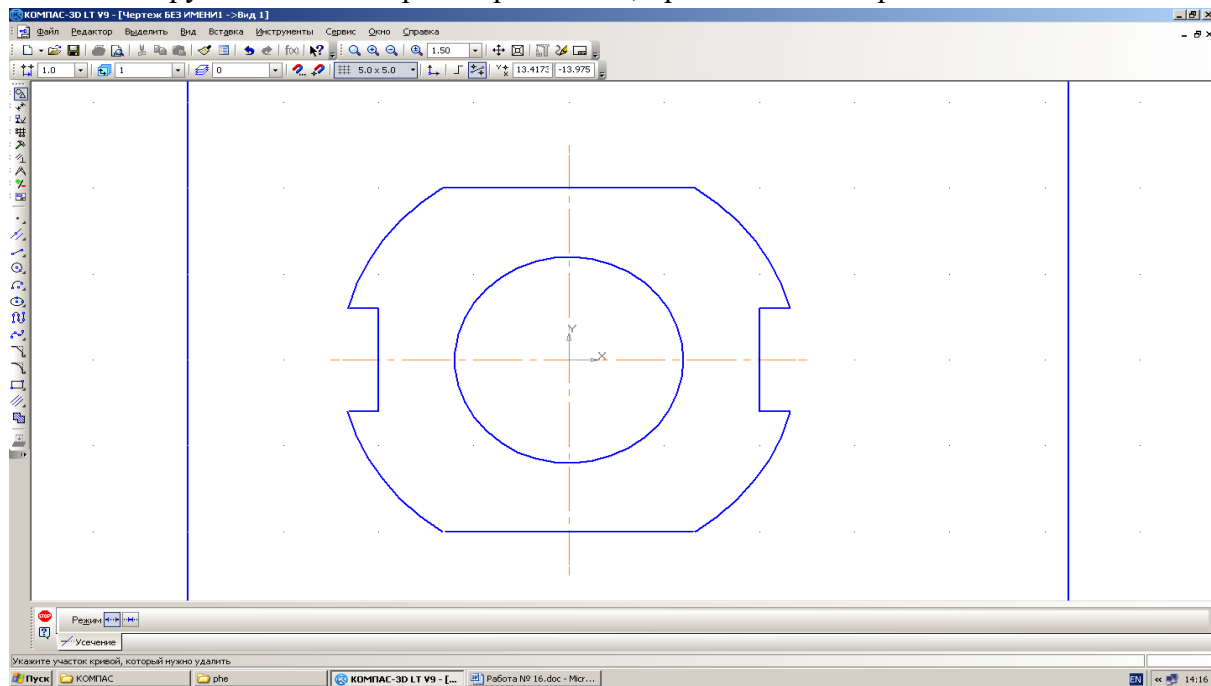

Рис. 16.7. Чертеж прокладки. **3.10. Сохраните** чертеж в файл под именем *Прокладка*.
Сейчас активна команда вычерчивания отрезков – , имеющая расширенную панель (ввод отрезков, параллельных или перпендикулярных к некоторым прямым; ввод отрезков, касательных к различным кривым, рис. 16.7). В строке параметров команды непрерывного ввода отрезков можно задать: координаты первой точки отрезка – **t1**, координаты второй его точки – **t2**, длину и угол наклона отрезка – поля **Длина** и **Угол**. Здесь также можно выбрать стиль линии и тип объекта в команде:
3.9. Выберите команду **Редактор**⇒**Удалить**⇒**Часть кривой**. Подведите ловушку курсора на удаляемую часть окружности и нажмите кнопку мыши. После удаления дуг большой окружности ваш чертеж примет вид, приведенный на рис. 16.7.